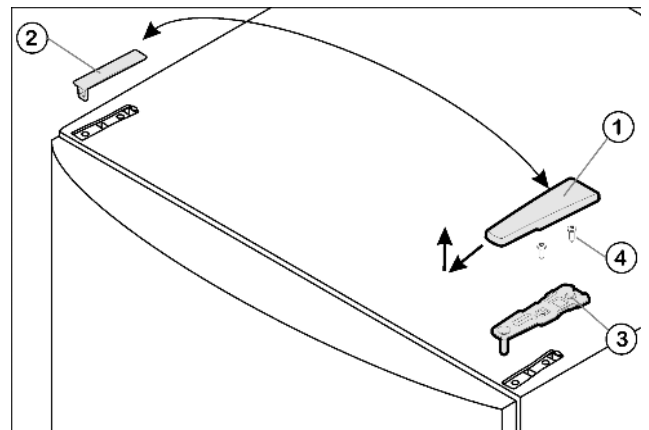

Fig. 4
- Afdekking Fig. 4 (1) naar voren en boven wegtrekken.
- Afdekking Fig. 4 (2) eraf nemen.
- Bovenste lagerbus Fig. 4 (3) losschroeven (2 maal Torx® 25) Fig. 4 (4) en naar boven eraf trekken.
- ▶ Plaats de bovenste lagerbus Fig. 4 (3) aan de nieuwe scharnierkant in de deur.
- ▶ Bovenste lagerbus **goed (met 4 Nm)** vastschroeven (2 maal Torx® 25) Fig. 4 (4). Steek de schroefgaten indien nodig voor of gebruik de accuschroevendraaier.
- ▶ Afdekking Fig. 4 (1) en afdekking Fig. 4 (2) elk op de tegenoverliggende zijde van buiten aanbrengen en vastklikken.